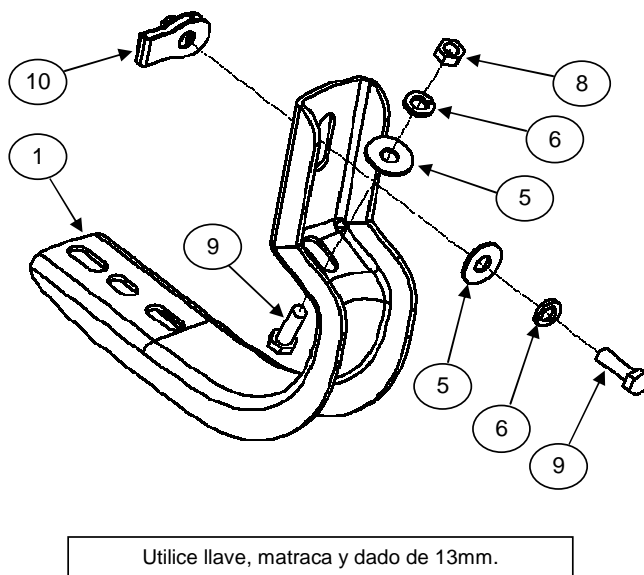

ILUSTRACIÓN 3
6. Si adquirió Running board widesider 5" & 6", inserte el tornillo cab. cuadrada 5/16" sobre el riel, colóquelo sobre los brackets, alinee y fije con: rondanas planas y de presión 5/16", tuercas hex. 5/16". **VER ILUSTRACIÓN 3.** Repita para el lado contrario. No apriete aún.